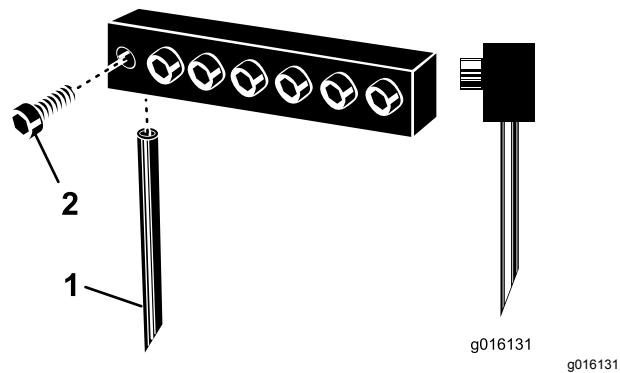

Figura 30
3. Afloje los pernos de sujeción y retire los taladros usados (Figura 30).
Nota: Coloque los taladros huecos con la ranura de expulsión hacia la parte trasera. Coloque los taladros macizos con el ángulo de la punta del taladro hacia la máquina (Figura 30).